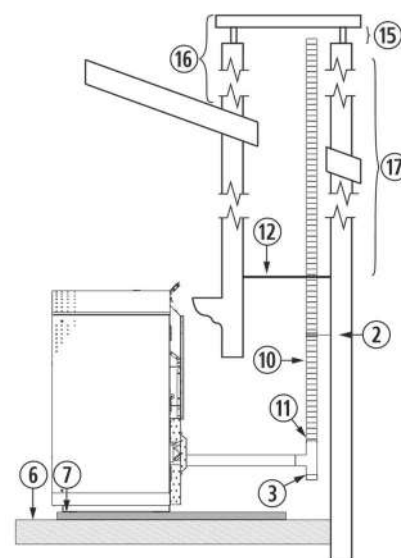

Figura 10
4.28. A instalação de um encastrável numa chaminé de obra pode ser feita em toda a sua totalidade em tubo flexível, tal como indicado na *figura 10*. Devemos ter especial cuidado na hora de realizar o isolamento entre a chaminé e o tubo da saída de gases para evitar possíveis retrocessos de gases em caso de tempestade.
②	Abraçadeira de união de aço inox.
③	Tê de 135° com registro.
⑥	Chão de madeira.
⑦	Protector de chão incombustível.
⑩	Tubo de aço inox flexível.
⑪	União adaptadora de flexível a rígido.
⑫	Isolante anti-retrocesso.
⑮	Mínimo 200mm.
⑯	Deve ultrapassar o teto em 1 metro.
⑰	Superior a 8m, aumentaremos uma medida.